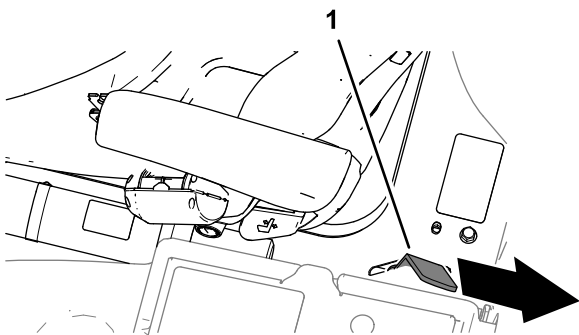

**Figura 45**
2. Quando la piattaforma si è abbassata quasi completamente, spostate la maniglia di fermo della piattaforma (Figura 45) verso la parte anteriore della macchina.